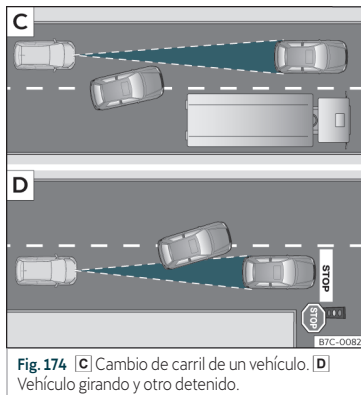

Fig. 174 [C] Cambio de carril de un vehículo. [D] Vehículo girando y otro detenido.
- Vehículos que cambian al carril por el que usted circula a poca distancia de su vehículo » **fig. 174** [C].
El ACC puede no reaccionar ante vehículos detenidos. Si, p.ej., un vehículo detectado por el ACC gira o se aparta y delante del mismo se encuentra un vehículo detenido, el ACC no reaccionaría ante este último »» fig. 174 .